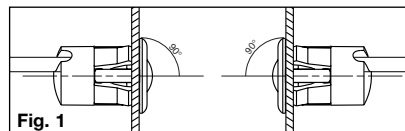

Fig. 1
- 2) Le châssis de la porte dans lequel les détecteurs sont installés doit être perpendiculaire à l'axe optique (voir fig. 1).